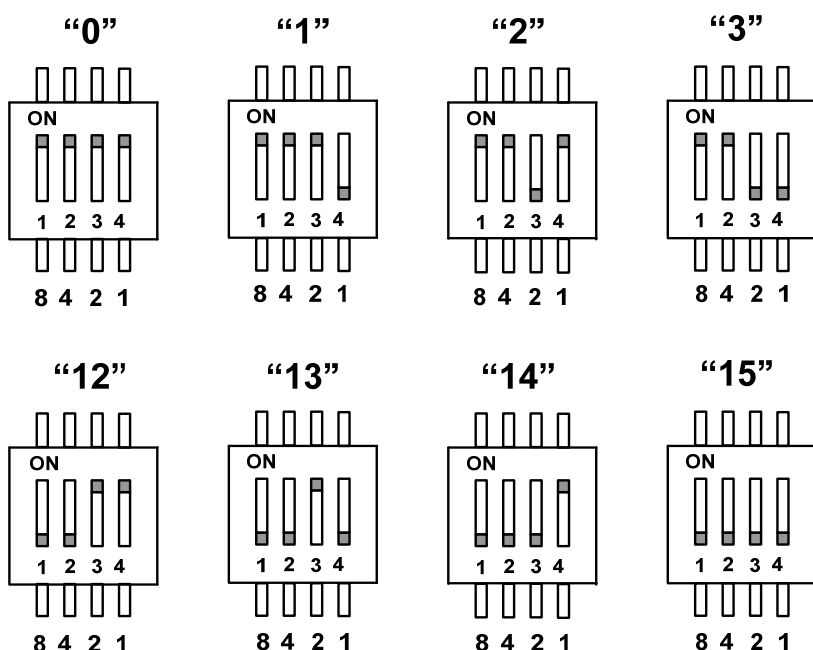
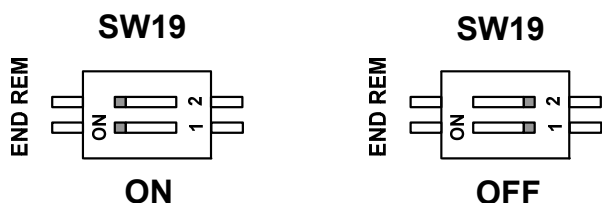

Рис. 4 Примеры установки адреса информационного табло
Рис. 5. Установка "END REM".
- Выкрутите болты по бокам корпуса информационного табло (5) и снимите переднюю панель (2).
- Установите адрес модуля с помощью DIP-переключателя SW-1 как это показано на Рис.4. Если информационное табло установлено последним в сети, то DIP-переключатель SW-19 должен быть переведён в позицию "END REM" соответственно Рис.5.